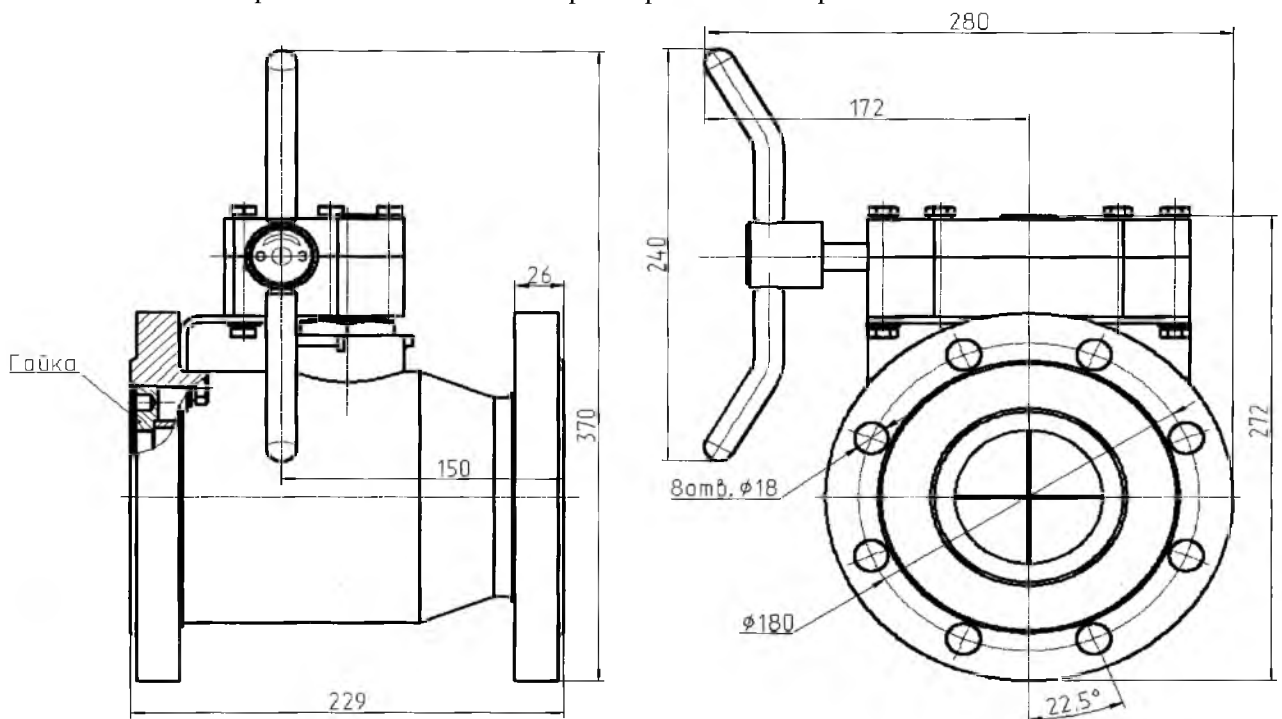

Рисунок 1
7.4 Подтяжку гайки (рисунок 1) для достижения герметичности производить спецключом (усилие затяжки должно находиться в диапазоне 45-55 Н·м) в закрытом положении крана.